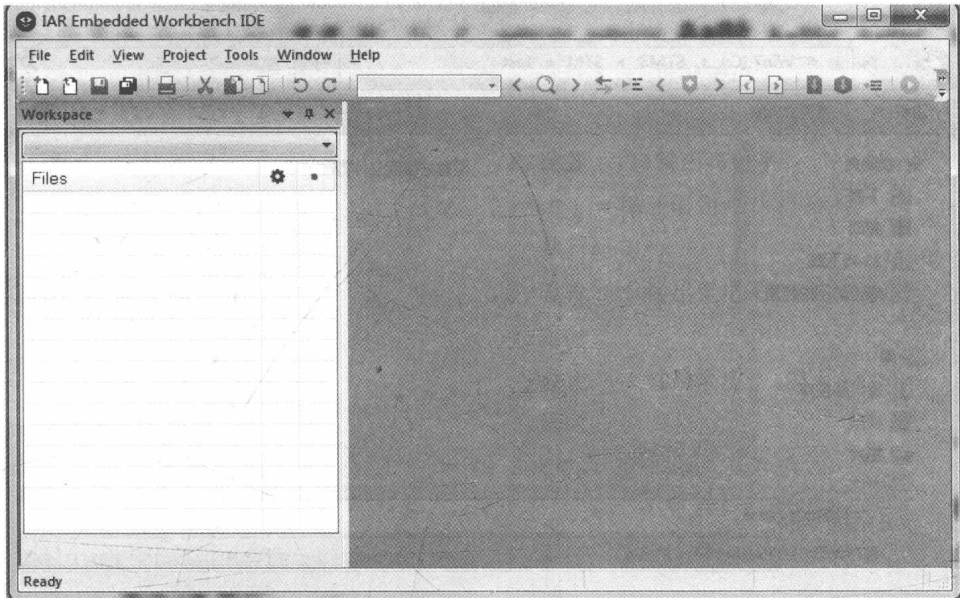

图 1-6 工程管理空间
- (2) 单击执行 File 文件菜单下 New Workspace 子菜单命令, 创建工程管理空间 (见图 1-6)。